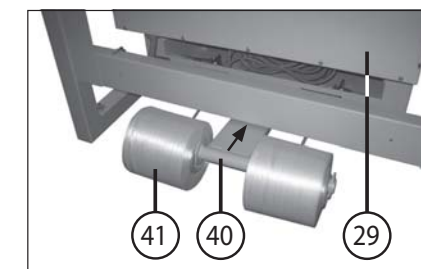

Fig. 4
- 29 = Pannel de comando (fig. 4)
- 40 = Suporte dos rolos da fita (fig. 4 e 17)
- 41 = Rolo da fita (fig. 4 e 17)